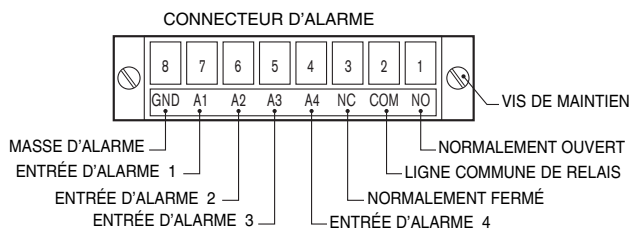

Figure 2
- 4.5.4. Si les entrées d'alarme ou les sorties de relais sont utilisées, branchez les fils dénudés appropriés sur le connecteur d'alarme 8 broches comme illustré à la FIGURE 2.